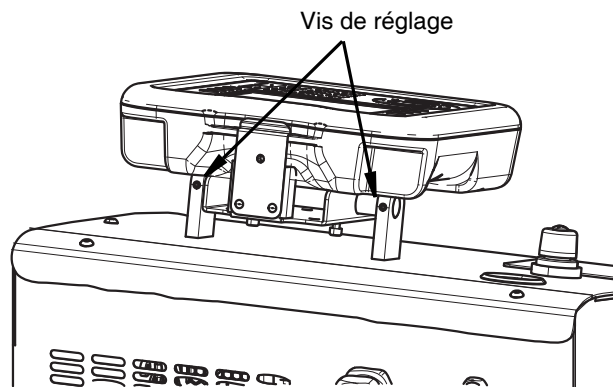

FIG. 12
1. Desserrer les deux vis de fixation des supports de montage du MAÉ à l'aide d'une clé Allen de 2,5 mm. Voir FIG. 12.